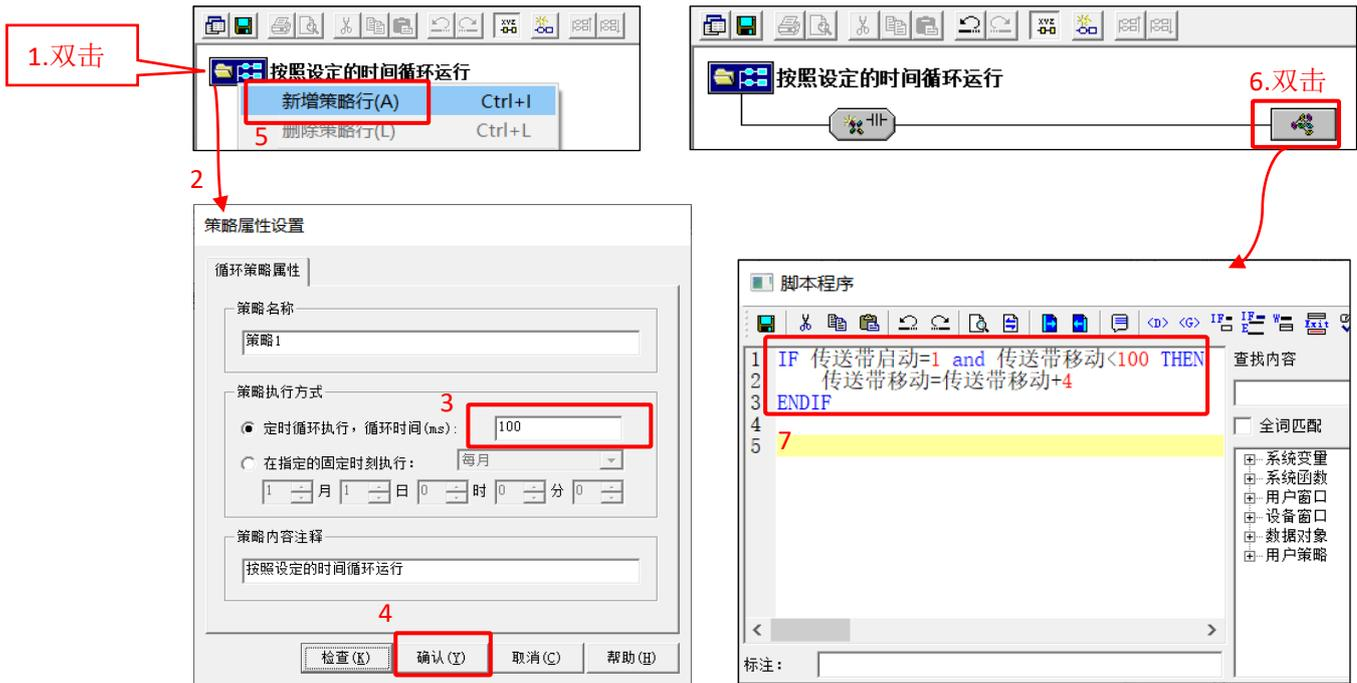

图 10.2-9 组态循环策略
- ⑦ 在策略组态窗口中，修改策略 1 的【循环时间】为 100ms。然后新增一行策略行，编辑策略脚本如图 10.2-9 所示。然后保存脚本，关闭脚本程序编辑窗口，保存策略 1。